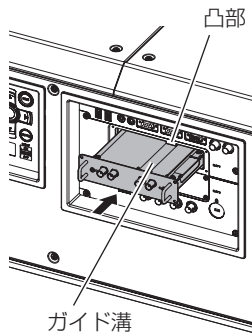

図 2
2) インターフェースボードをプロジェクターに取り付ける (図 2)